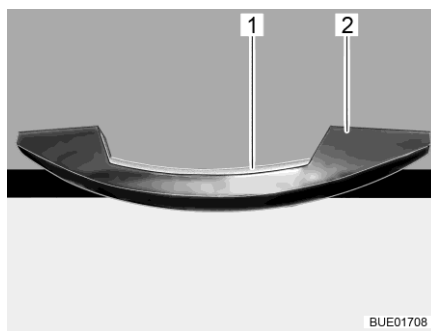
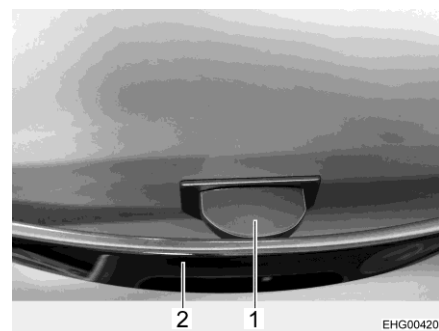

Bild 69 Griff mit Entriegelungsleiste (Beispiel)
Bild 70 Griff mit Entriegelungslasche
- Entriegelungsleiste (Bild 69,1) oder Entriegelungslasche (Bild 70,1) drücken und gedrückt halten.
- Am Griff (Bild 69,2 oder Bild 70,2) ziehen, bis die Möbelklappe offen ist.